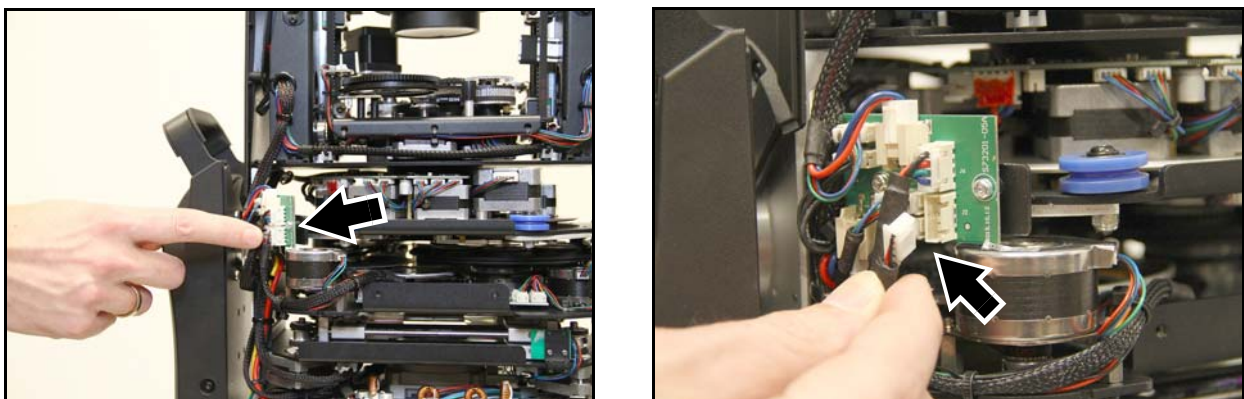

Bild 12: Trennen der Leitungen des Effektmoduls
4. Siehe Bild 12. Suchen Sie den Hauptanschluss (Pfeil) für das Effektmodul B und trennen Sie es von der Leiterplatte auf der linken Seite des Kopfes. Lassen Sie den Stecker und das Kabelset.